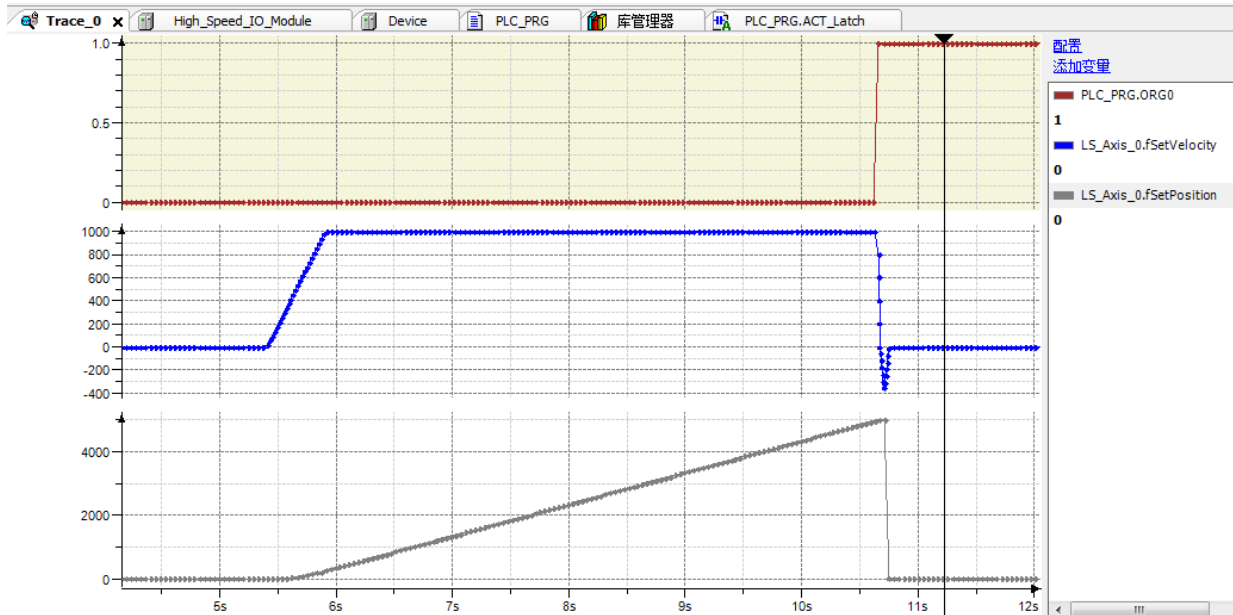

图 9.39 轴 0 位置和速度曲线
**运行结果：**当轴 0 的原点信号有效时，程序锁存轴 0 的当前位置并赋值给变量 ZeroLatchPos0，停止运动后执行绝对模式的定长运动到锁存位置并清零指令计数器，结果如图 9.39 所示。